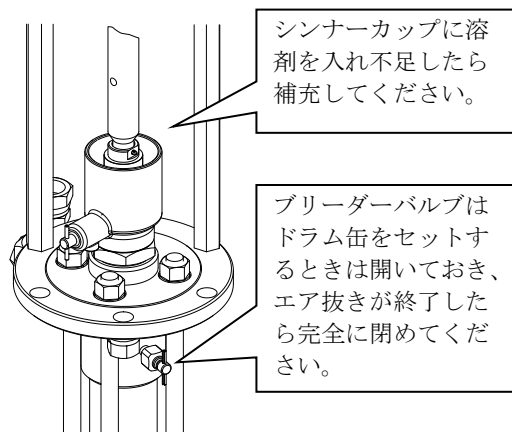

Fig.5
7. 使用前の準備 (Fig.5)
- 2) 作動中、ブリーダーバルブより液材が出てきます。はじめはエアが混入していますので、エアが混入しない状態になるまでポンプを作動させ、正常な液材が出てきたらブリーダーバルブのコックを閉めてください。（Fig.5）